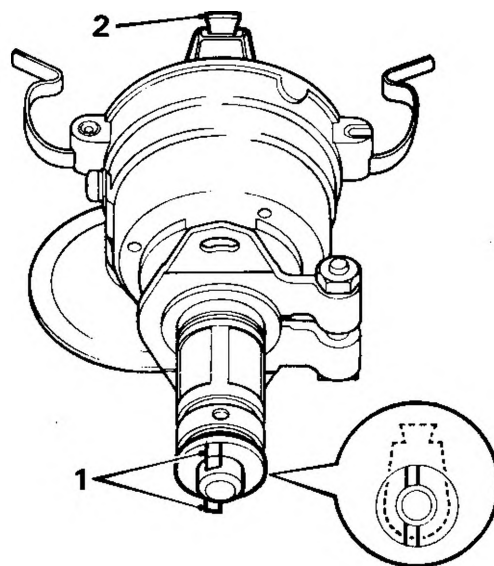

Fig. B.4
- (17) Eseguire in senso inverso le operazioni di cui ai punti 1 a 11 e tener presente quanto segue:-
- d. Rimontare il giunto di trascinamento di modo che, quando la spazzola è rivolta in alto (Fig. B.4), i denti dissassati siano paralleli con il pettine ed a sinistra del suo asse centrale.